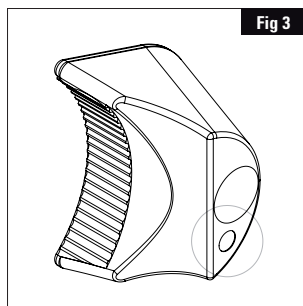

Fig 3
5. Plaats de in hun zitting geassembleerde buffer (10) en schroef (9) in de romp van de stang (4).
- als u de volgende posities wilt bereiken: -9° / -5° / -1° / $+3^\circ$ / $+7^\circ$ / $+11^\circ$, steek deze dan in de RECHTER zitting van de romp van de stang (4)
- als u de volgende posities wilt bereiken: -7° / -3° / $+1^\circ$ / $+5^\circ$ / $+9^\circ$ / $+13^\circ$, steek deze dan in de LINKER zitting van de romp van de stang (4)
6. Plaats de buffer met "linkse spoed" (5) (MET verklikker) (Fig 3) in zijn zitting.